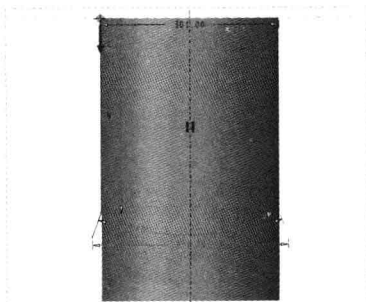

图 5-75 绘制截面 1
Step 02 弹出“草绘”对话框，在绘图区选取 TOP 基准平面作为草绘平面，接受系统默认的草绘视图方向和参考，单击“草绘”按钮，进入草绘环境，单击“草绘”选项卡中的相应按钮，绘制截面，如图 5-75 所示。